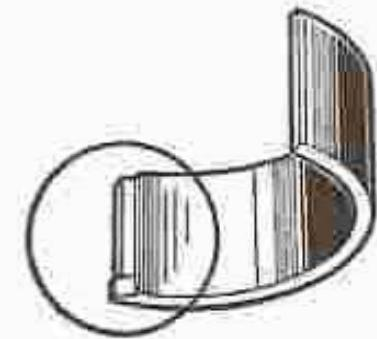

Fig. 18. — Coussinet de tête de culasse avec languette d'arrêt et dépinement compensateur.
- Monter les coummuts de tête de bielles dans les bielles, en orientant convenablement les tangentes (fig. 18).